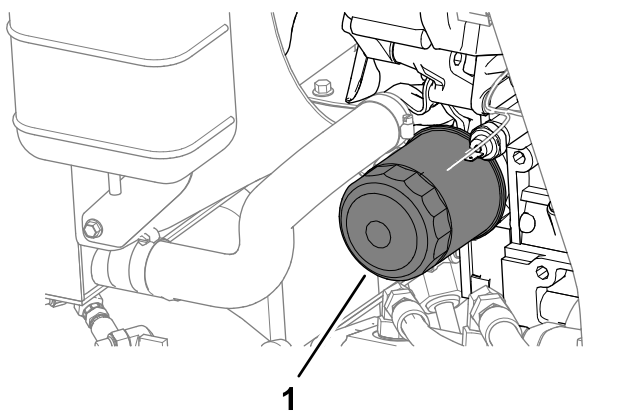

Figura 64
4. Togliete il filtro dell'olio (Figura 64).